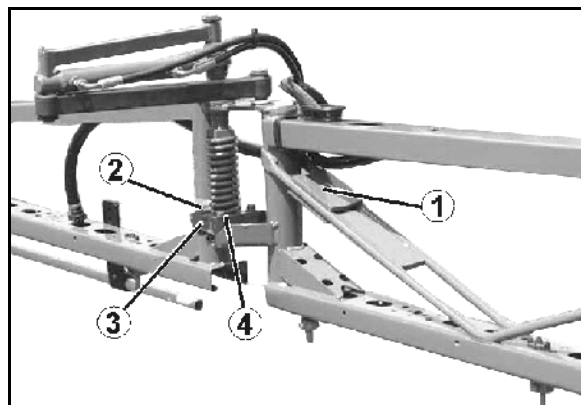

Fig. 138
Hvis dette ikke er tilfelle, juster den utfoldede bommen med motvekter (Fig. 138/1) når svingningsutjevningen er **frigjort**. Fest motvektene tilsvarende på bommen.
1. Løsne skruene (Fig. 138/2) til festelaskene (Fig. 138/3). Justeringen foretas direkte på plastklørne med langhullene i festelasken (Fig. 138/4).
3. Trekk til skruene (Fig. 138/2).